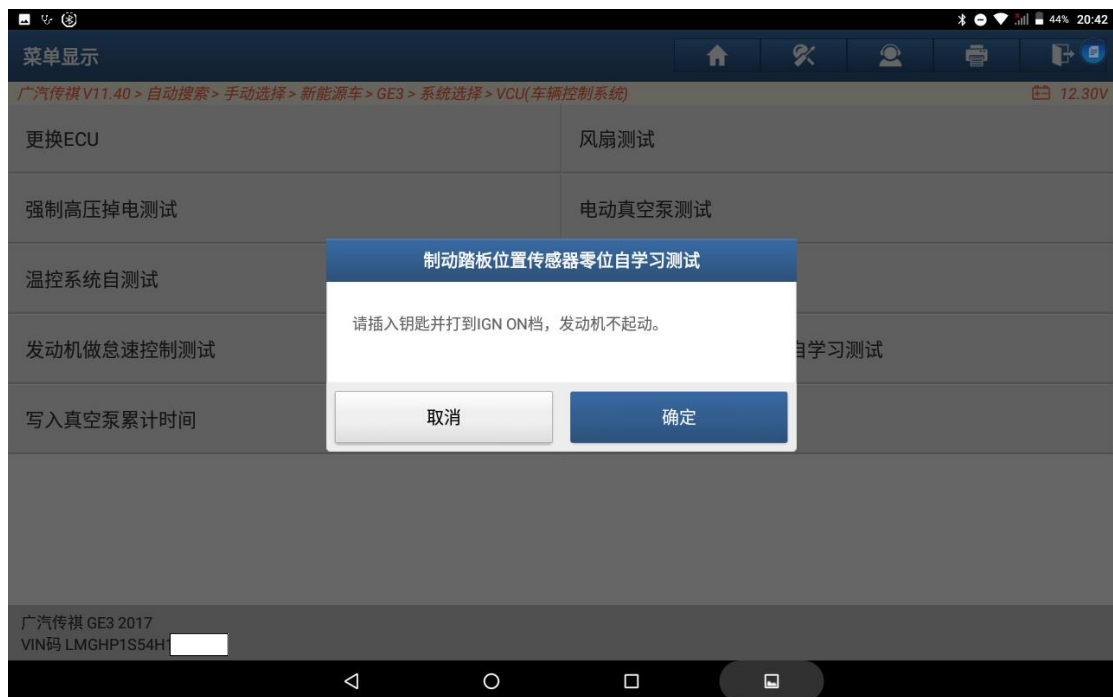
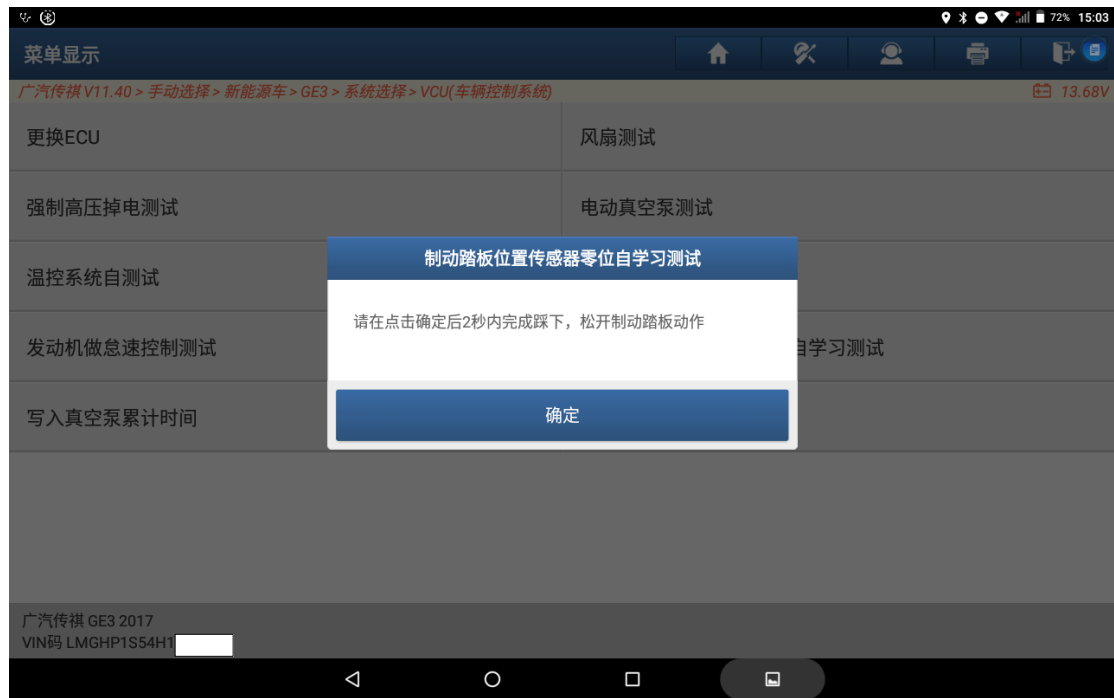
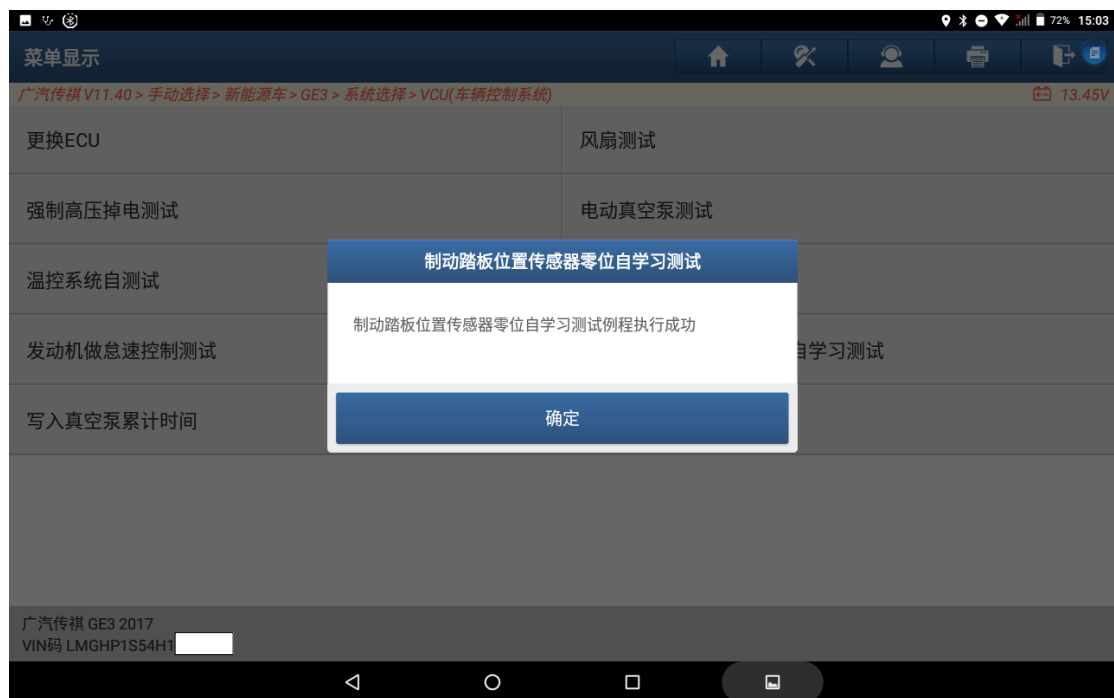

图 26
图 27
图 28
21. 执行【制动踏板位置传感器零位自学测试】功能，如图 26、图 27、图 28。